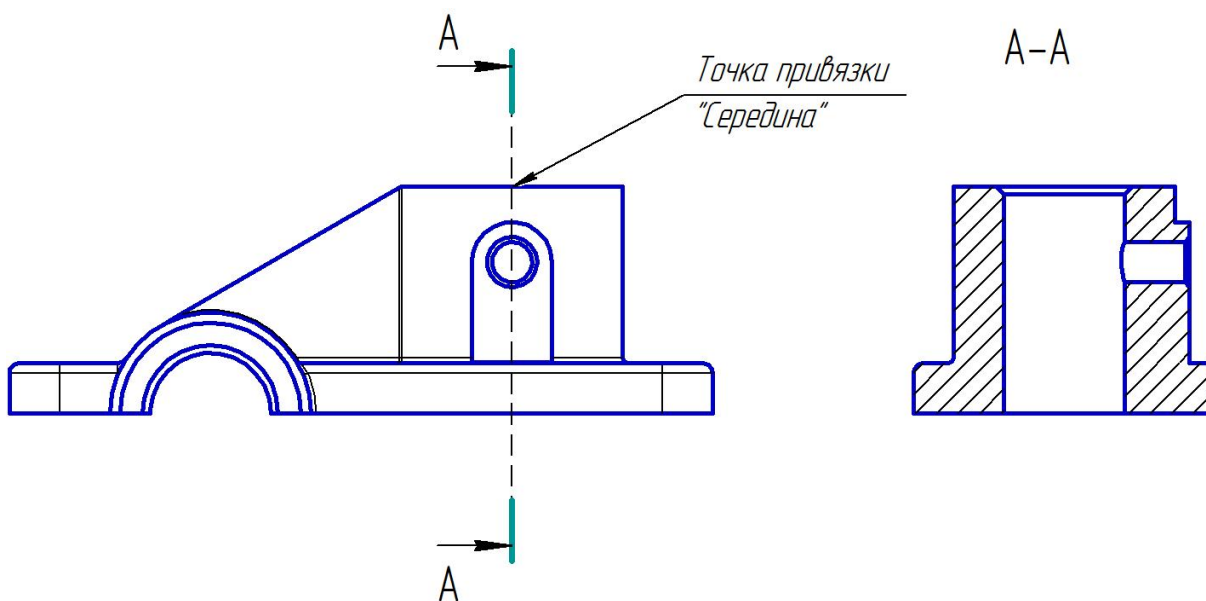

Рис. 4.43. Построение фронтального разреза
2. Постройте линию сечения (рис. 4.43). Для этого: